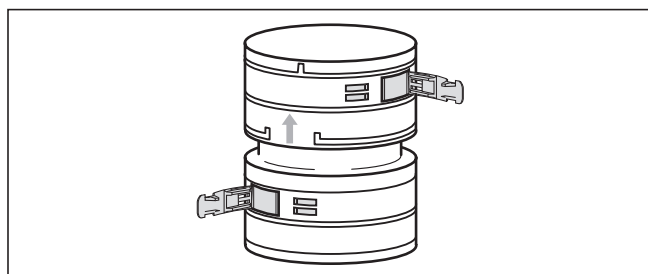
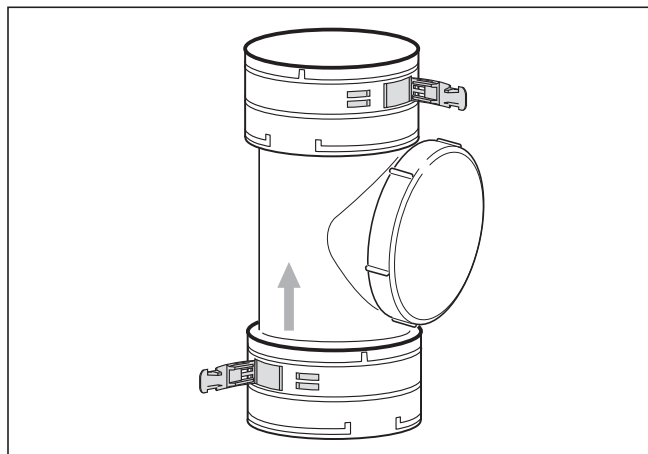

Fig. 4.51 Élément de raccordement
Fig. 4.52 Élément de nettoyage
- Si nécessaire, montez d'abord les éléments de raccord et de nettoyage (→ Fig. 4.51 et 4.52).
Au lieu de franchir la longueur totale du conduit des fumées flexible avec une seule pièce, vous pouvez installer plusieurs pièces partielles et raccorder celles-ci avec des éléments de raccordement (Réf. 303 512, → **Fig. 4.51**) ou un élément de nettoyage (Réf. 303 511, → **Fig. 4.52**).